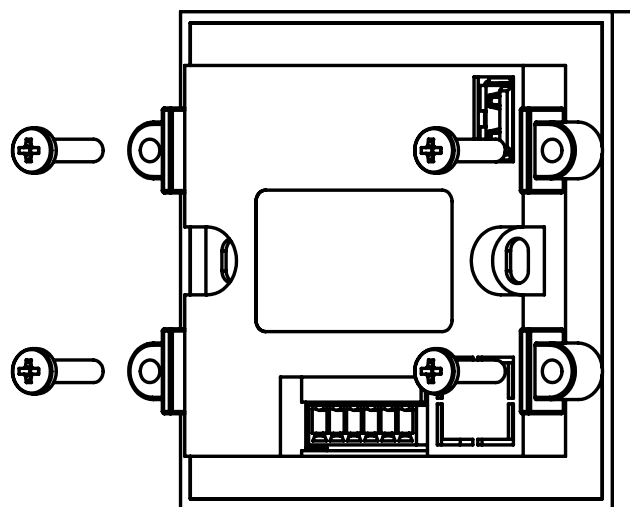

Рисунок 4.2 – Фіксування пульта кріпильними елементами
4. Закріпити пульт чотирма гвинтами з комплекту постачання з достатнім, але не надмірним зусиллям (див. рисунок 4.2).